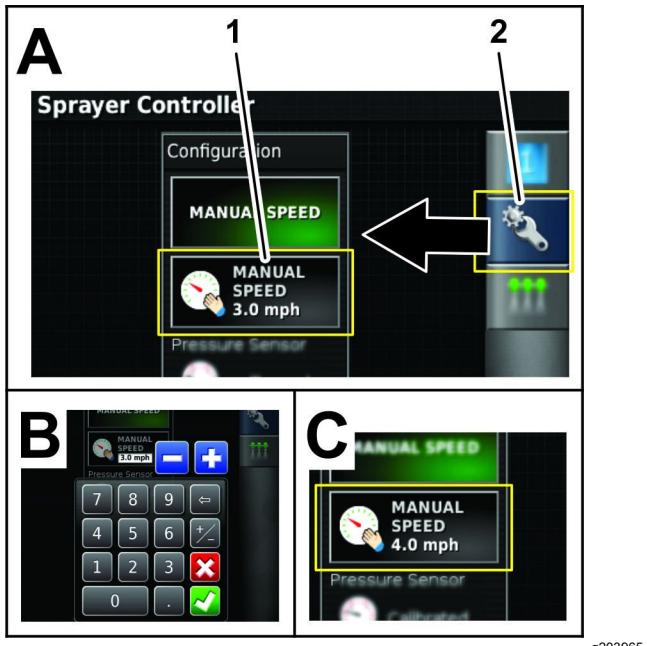

图 97
- 按手动速度输入图标 图 97。
- G. 使用键盘输入模拟速度然后按确认图标图 97。